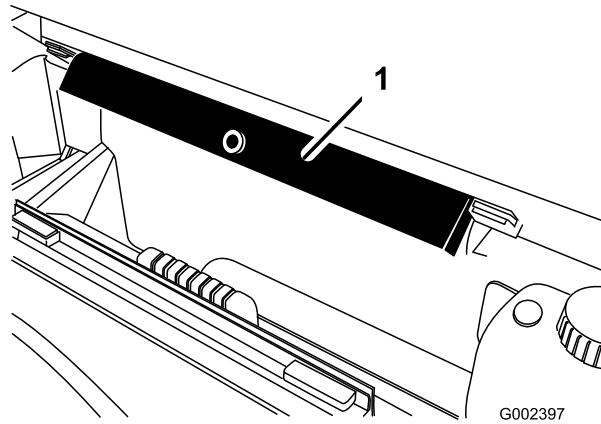

Bild 32
2. Nehmen Sie die Pritschenstütze aus den Einlagerungshalterungen hinten am Überrollschutz (Bild 32).